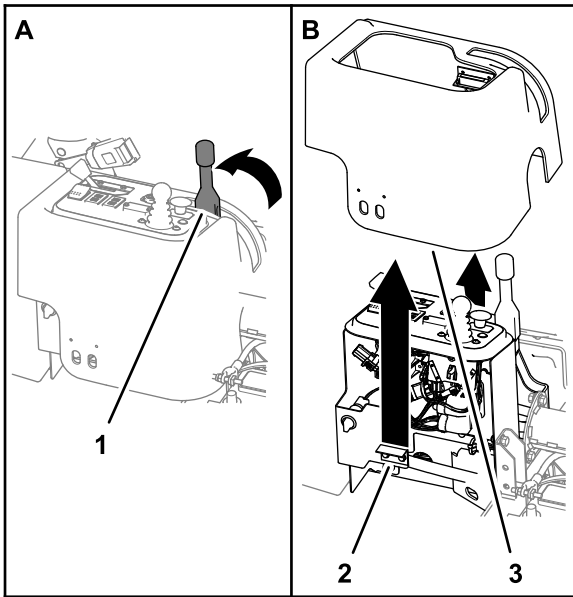

图 5
1. 确保手刹已接合图 5。
2. 向上拉起控制台盖子从控制台支架上的防撞支架松开盖子的磁性锁扣图 5。